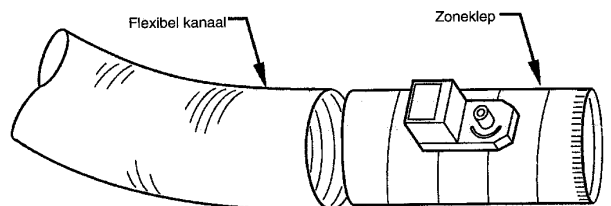

Fig. 5 - Rond flexibel kanaal
1. Schuif het uiteinde van het flexibele kanaal over het uiteinde van de zoneklep (zie fig. 5).